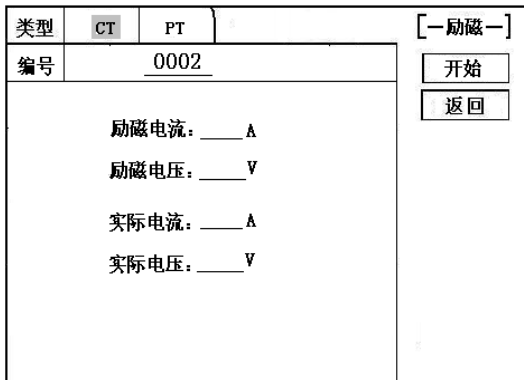
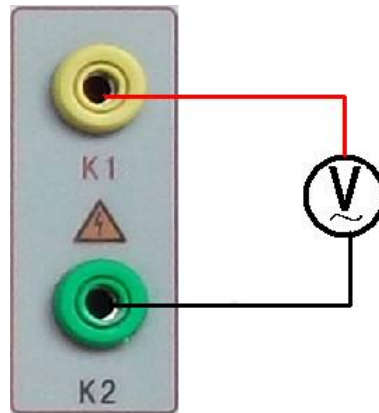
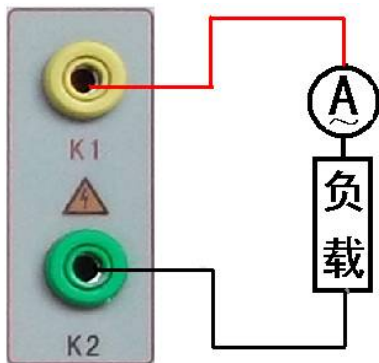

图 35, 校准测试主界面
图 36, 电压校准接线图
图 37, 电流校准接线图
进入 CT “励磁” 测试界面后, 选择进入 “校准” 试验界面 (如图 35), 设定好励磁电流值: $0.1\text{A} \sim 5\text{A}$; 励磁电压值: $1\text{V} \sim 1000\text{V}$ 。
电压校准试验参照图 36 进行接线; 设置好被测电压后, 合上功率开关, 选择 “开始” 选项, 按下控制器, 试验即开始, 试验到达设定值后将保持输出电压/电流值用于检测, 检测完毕后, 按下控制器, 试验返回图 35 界面。
电流校准试验参照图 37 进行接线, 电压设定值略高于【电流设定值 (A) * 负载 (Ω)】, 设置好被测电流/电压值后, 合上功率开关, 选择 “开始” 选项, 按下控制器, 试验即开始, 试验到达设定值后将保持输出电流/电压值用于检测, 检测完毕后, 按下控制器, 试验返回图 35 界面。